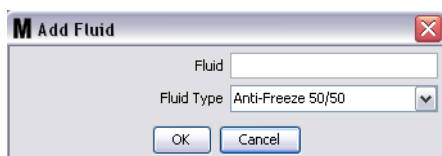

Рис. 67
- В окне «Add Fluid» [Добавить жидкость] укажите имя жидкости в поле «Fluid» [Жидкость] (Рис. 67) (Не больше 40 символов). Для упрощения идентификации и отчетов рекомендуется использовать короткие имена жидкости.